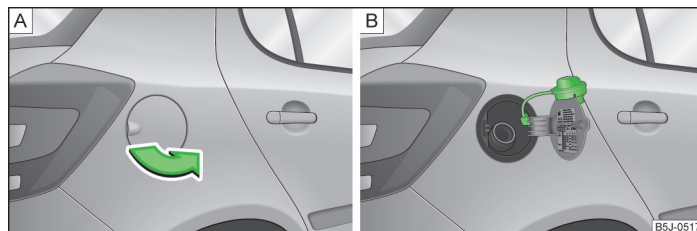

Fig. 122 Côté arrière droit du véhicule : trappe du réservoir/trappe du réservoir avec bouchon dévissé
Les types de carburant prescrits pour votre véhicule sont indiqués sur la face intérieure de la trappe du réservoir » fig. 122 à la page 163 – B.
- Ouvrir le couvercle du réservoir à la main » fig. 122 - A
- Dévissez le bouchon du réservoir en le faisant tourner vers la gauche et fixez-le en haut de la trappe du réservoir » fig. 122 - B.